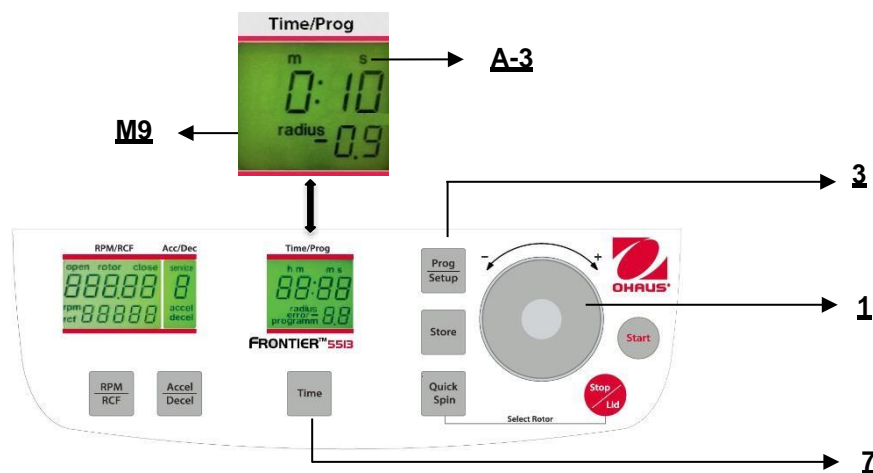

Figure. 18
Fermer le couvercle et maintenir ensuite appuyées les touches **"Time"** (7) (voir la figure 18) et **"Prog/Setup"** (3).